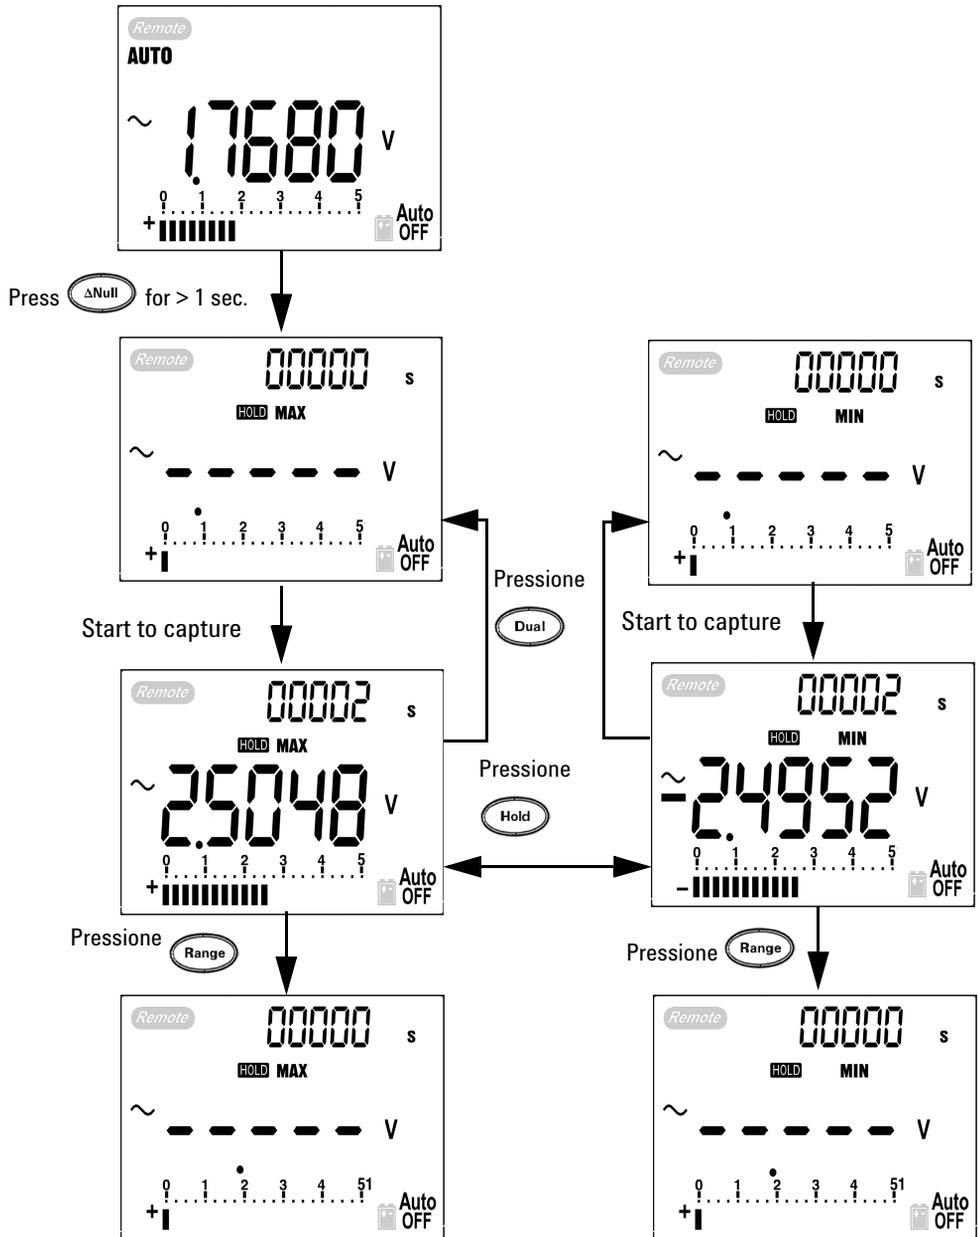

Figura 3-6 Operação do modo de Sustar pico 1ms
- 4 De acordo com as medições exibidas na Figura 3-6 na página 60, o Fator de crista será $2,5048/1,768 = 1,416$.